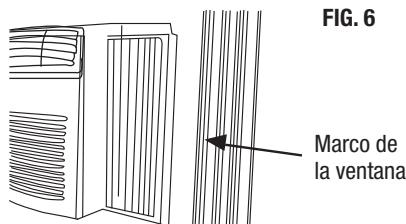

FIG. 6
- B.** Extienda los paneles de acordeón contra el marco de la ventana (Fig. 6).